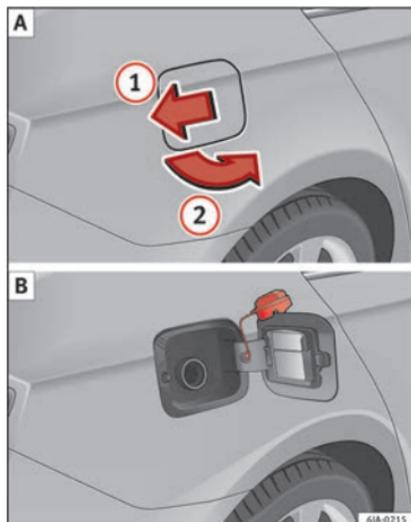

Fig. 202 Lato posteriore destro del veicolo: sportellino del serbatoio/sportellino del serbatoio con il tappo svitato.
Su un adesivo apposto nella parte interna dello sportellino del serbatoio è indicato il tipo di carburante adatto al veicolo, le dimensioni e la pressione di gonfiaggio degli pneumatici » **fig. 202** .
- Premere sullo sportellino del serbatoio nella direzione indicata dalla freccia **1** » **fig. 202**.
- Svitare verso sinistra il tappo di chiusura del serbatoio e porlo sullo sportellino del serbatoio » **fig. 202** .
- Una volta sbloccato il veicolo con il comando di chiusura centralizzata, premere sullo sportellino del serbatoio nel senso della freccia **1** » **fig. 202**.